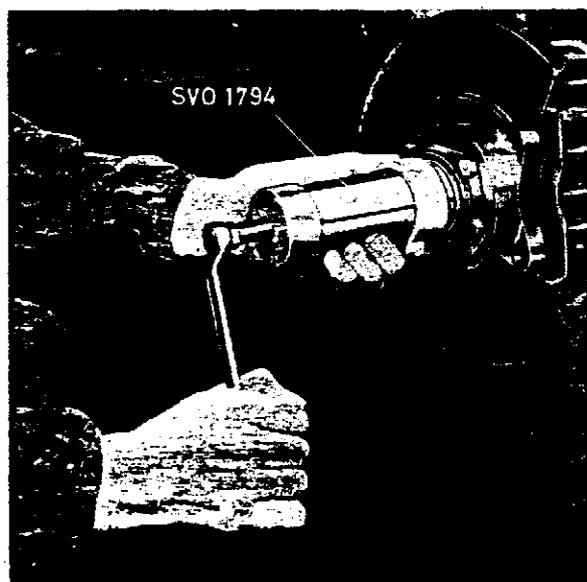

Abb. 26 Ausbau des inneren Lagers
3. Fettbuchse mit Werkzeug SVO 2197 (Abb. 24) ausbauen. Splint und Kronenmutter entfernen. Nabe mit Abziehvorrichtung SVO 1791 (Abb. 24) abziehen. Das innere Lager vom Achsschenkel mit der Abziehvorrichtung SVO 1794 (Abb. 26), falls das Lager noch fest sitzt, abziehen.